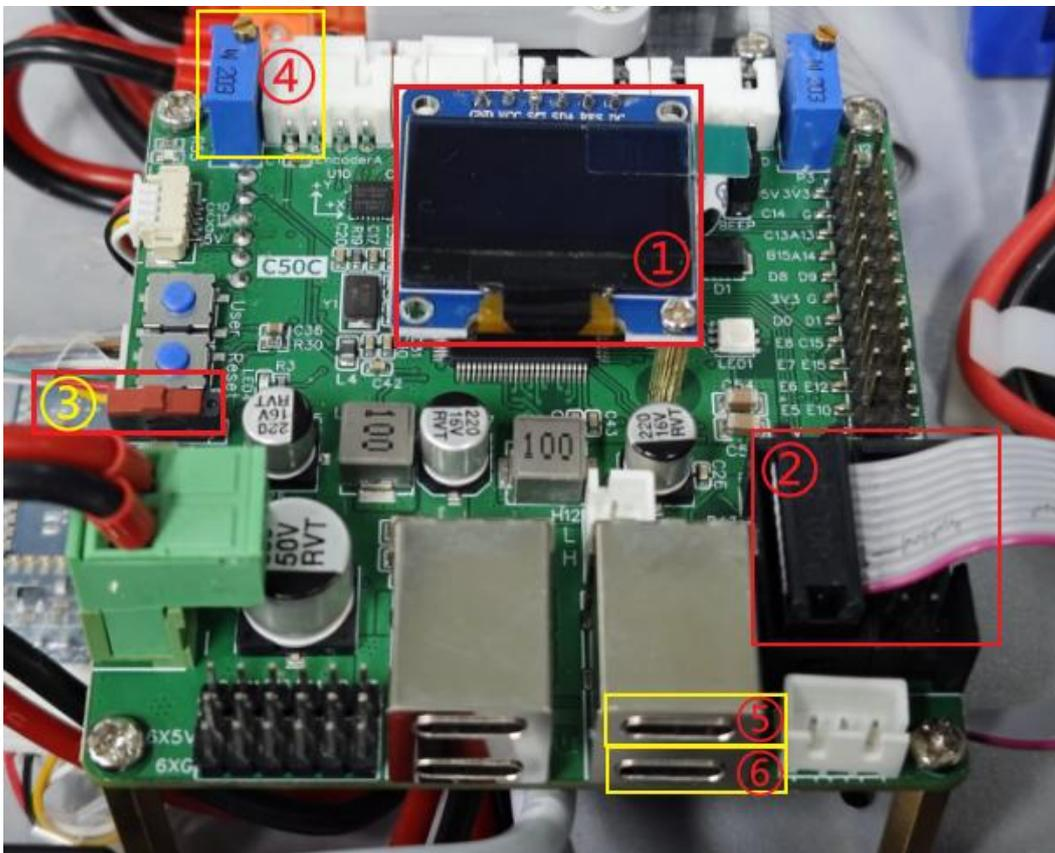

图 1-3 底盘上控制板正面图
**注意：**接口位置可参考图 1-3 底盘上控制板正面图的烧录口位置
运动底盘正常工作需要将控制板上的电机使能开关打开，电机使能开关的位置可以通过图 1-3 中的标识来确认。
车型切换电位器在控制板上的位置可参考图 1-3 中的相关标识。